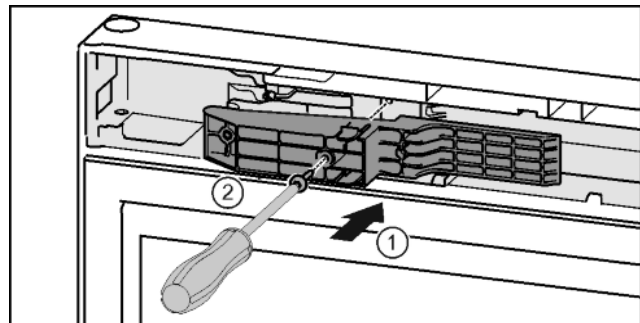

Fig. 47*
- ▶ Вставить деталь адаптера в отверстие на стороне ручки.* Fig. 47 (1)
- ▶ Затянуть винты отверткой T15.* Fig. 47 (2)